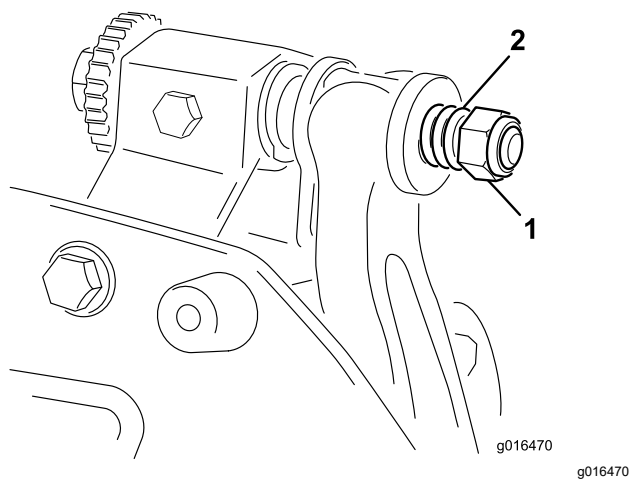

Figura 26
6. Serrate il dado di tensione della molla finché la molla non si schiaccia, quindi allentate di 1/2 giro (Figura 26).